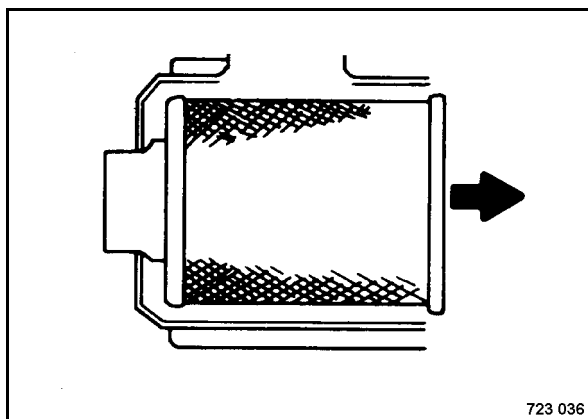

Fig. 141
- Estrarre con attenzione l'elemento filtrante (Fig. 141) dall'alloggiamento.